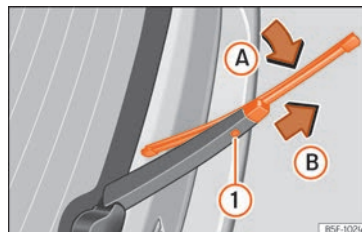

**Fig. 52** Cambio de la escobilla de la luneta trasera.
- Rote la escobilla ligeramente » » » **fig. 52** (flecha **A**).
- Mantenga presionada la tecla de desbloqueo ❶ tirando de la escobilla en el sentido de la flecha **B**.
- Inserte en el brazo limpiacristal una escobilla nueva **de la misma longitud y tipo**, en sentido contrario a la flecha **B** hasta que encastre la tecla ❶.